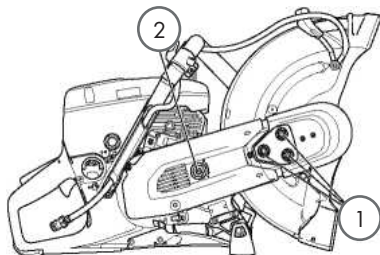

Рис. 7
Ослабьте три гайки (1), удерживающие верхний кожух ремня. Поверните натяжитель ремня (2) в положение «0», чтобы ослабить натяжение (рис. 7).